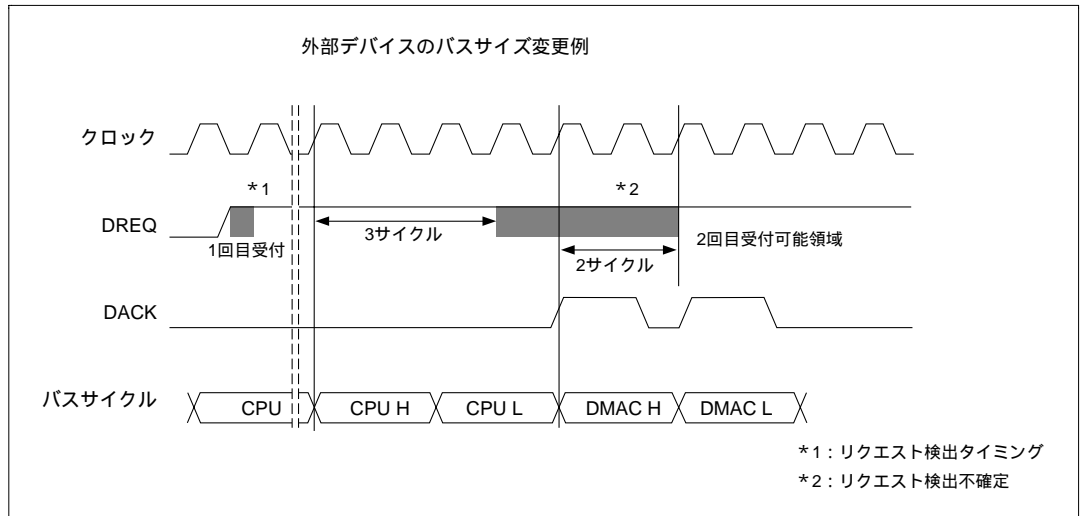
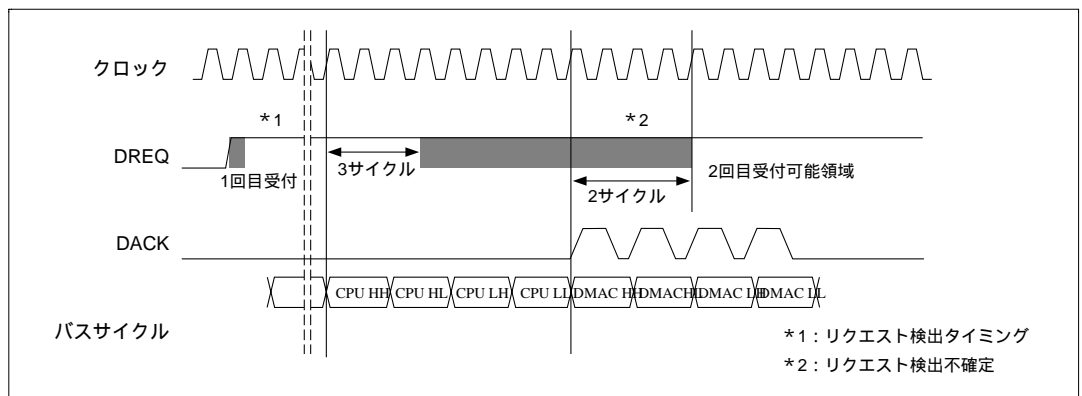

図 9.40 16 ビット外部デバイス接続時
図 9.41 8 ビット外部デバイス接続時
リクエスト検出タイミングは、DMAC 読み出しサイクル前のバスサイクルから 3 サイクル後と、DACK 出力の 2 サイクル後までの間で始まります (図 9.40、図 9.41 参照)。これは、ウェイトなどの変動によって変わります。したがって、DMAC 読み出しサイクル前のバスサイクルから 3 サイクル目までにリクエスト出力を停止すれば、次の DMA 転送は行いませんが、DACK 出力の 2 サイクル後までにリクエスト出力を停止すれば、次の DMA 転送が行われる場合があります (「(3) リクエスト信号受け付けの対応例」参照)。